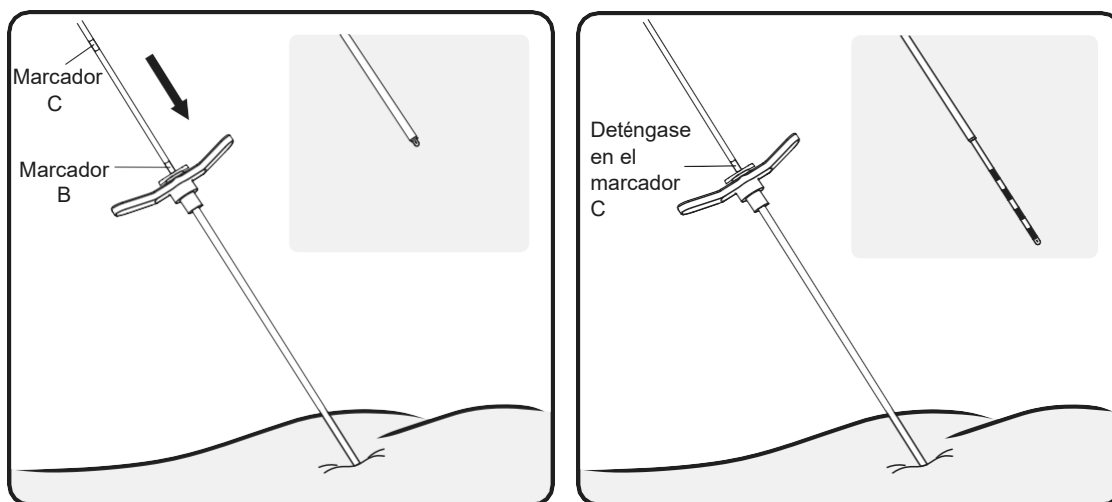

Figura 14: Haga avanzar el conjunto de electrodos por la vaina introductora para exponer los electrodos.
9. Mientras sujeta la vaina introductora en su posición, continúe haciendo avanzar el conjunto de electrodos en su interior hasta que el marcador visual C esté alineado con el mango de la vaina. Mediante radioscopia, confirme que la punta distal de la vaina esté en posición proximal a los electrodos (Figura 14).